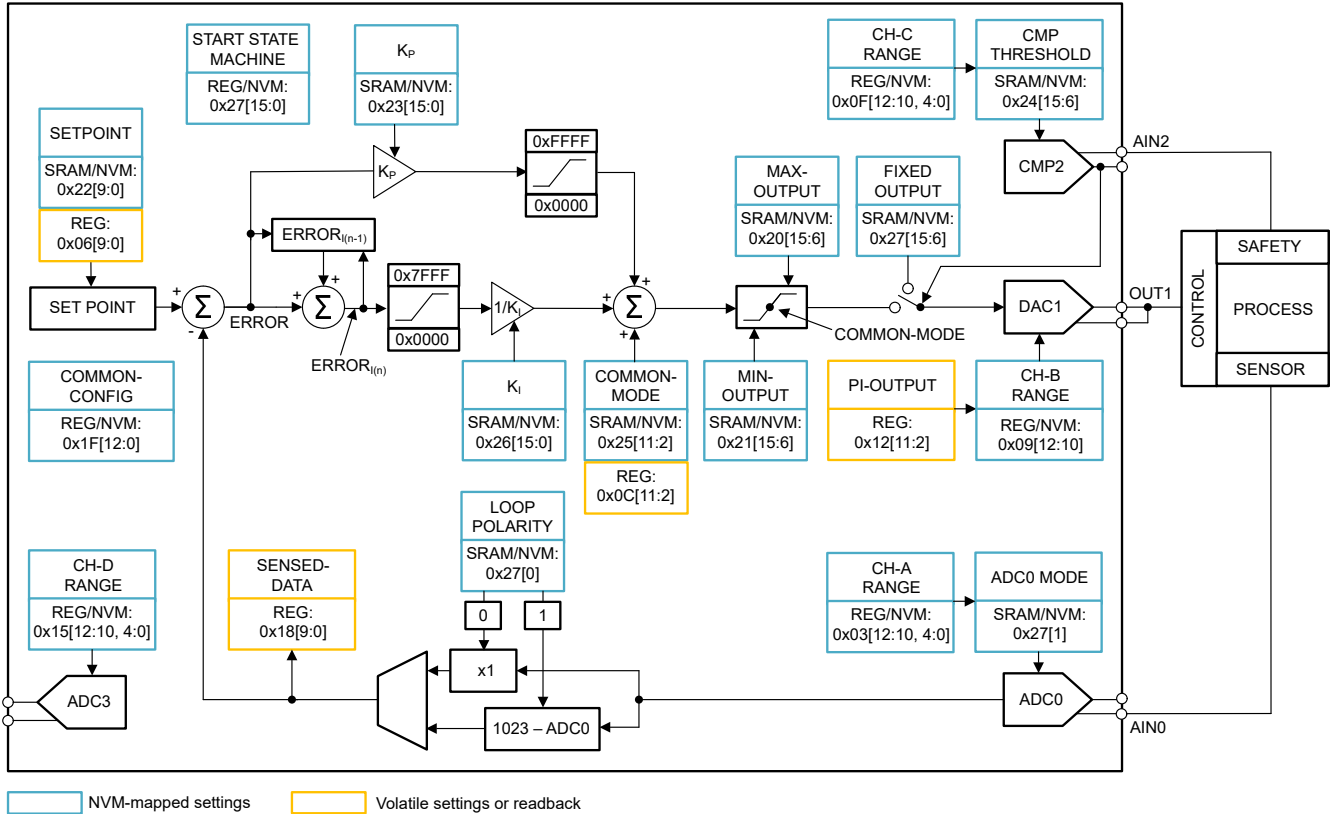

图 7-8. PI 控制器架构
AFE539A4 提供了预编程的 PI 控制器状态机。图 7-8 展示了 PI 控制器架构。ADC 通道 0 用作输入，DAC 通道 1 用作输出。DAC 通道 2 用作比较器，用于将 DAC 通道 1 的输出设置为 FIXED-OUTPUT 字段指定的值。表 7-9 列出了所有输入/输出引脚名称和功能。
2. 连接 ADC 输入、比较器输入和 DAC 输出，如图 7-8 所示。